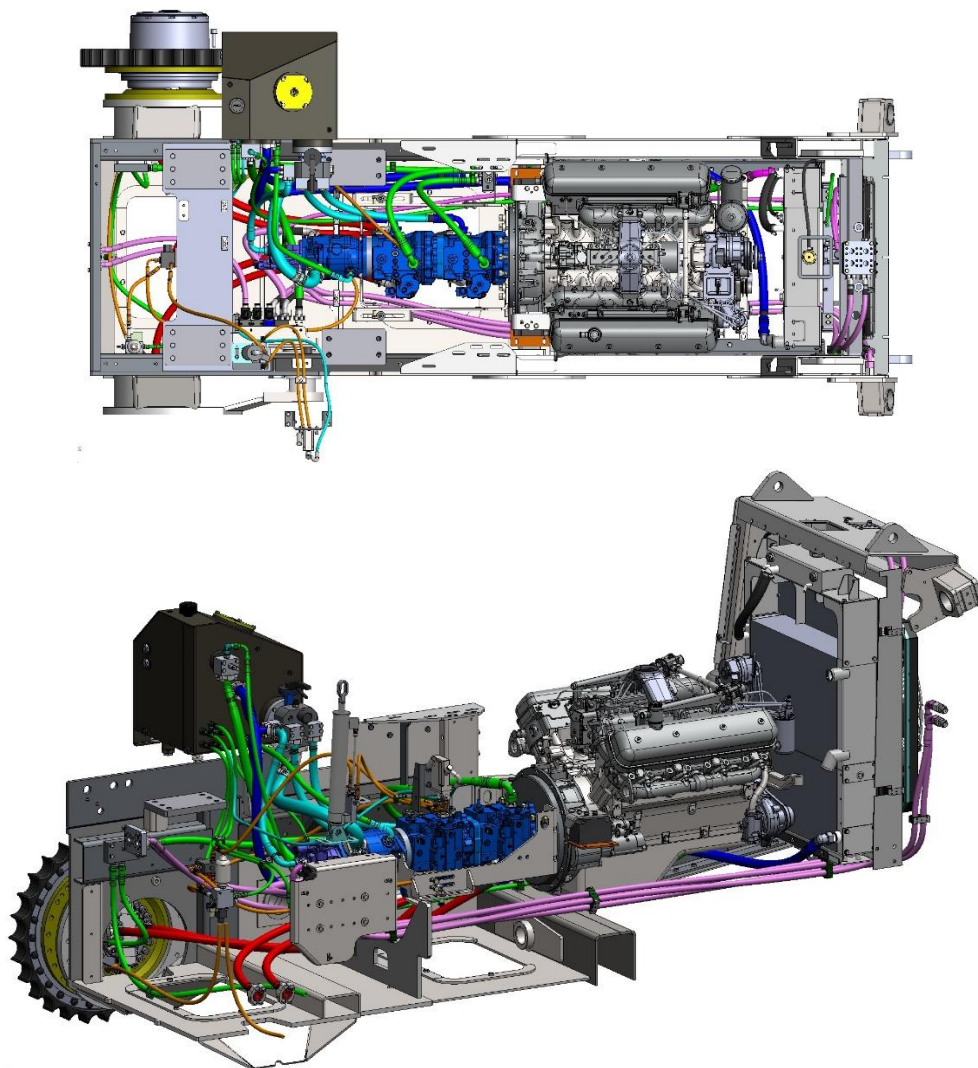

Рисунок 3.115. Расположение и прокладка трубопроводов гидросистемы на машине
- ▶ Визуально осмотреть трубопроводы, их прокладку по машине, места подключения к насосам, гидромоторам, на предмет наличие протечек и повреждений см. рис.3.115.